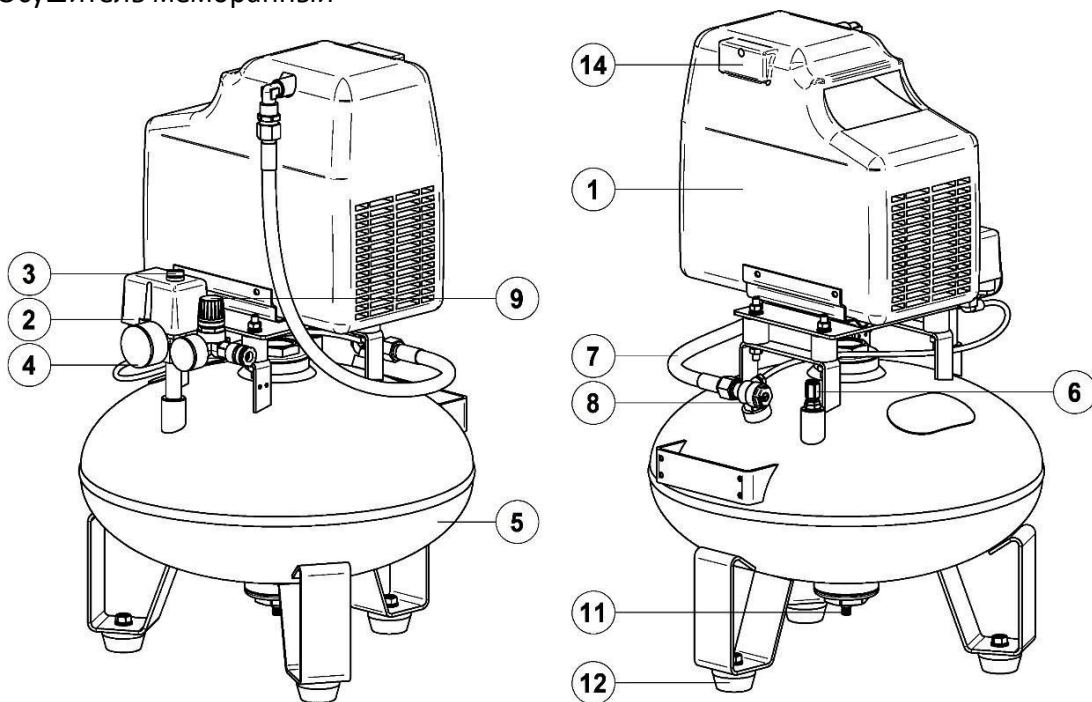

Рисунок 3 - Общий вид компрессора СБ4-24.F114
- Снимите крышку всасывающего фильтра **14** (рис. 3, 5, 7), вывернув винт, при обслуживании компрессора с поршневым блоком F114 или VS204;